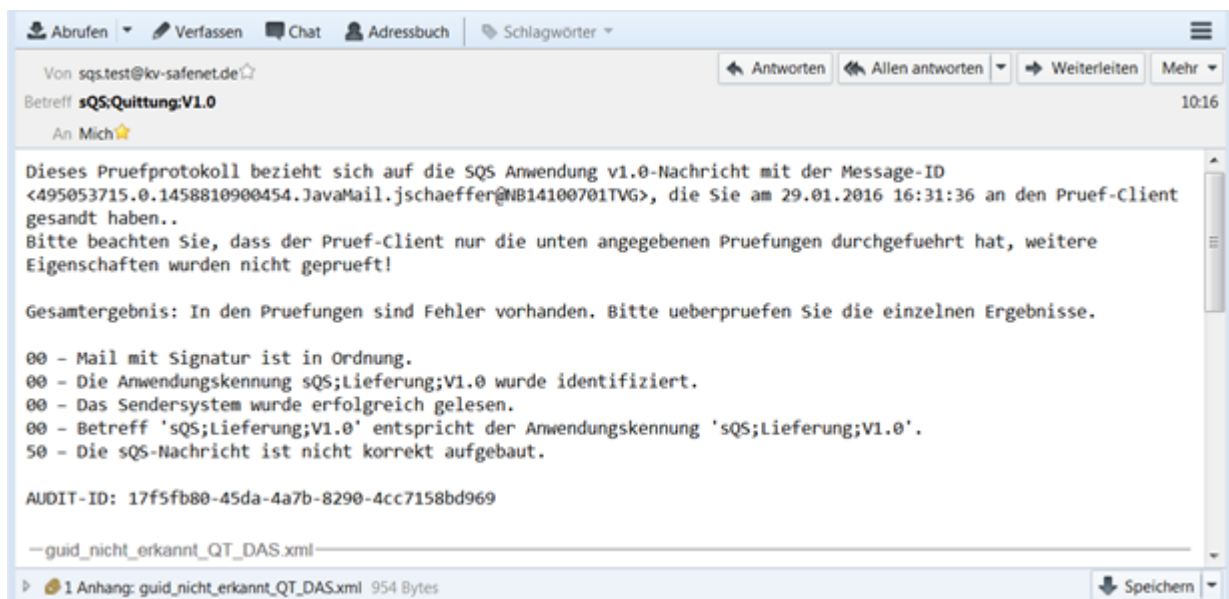

Abbildung 4: sQS-Quittung mit Empfangsbestätigung und Prüfbericht
- sQS-Quittung mit Empfangsbestätigung und darin enthaltenem Prüfbericht (siehe Abbildung 4)